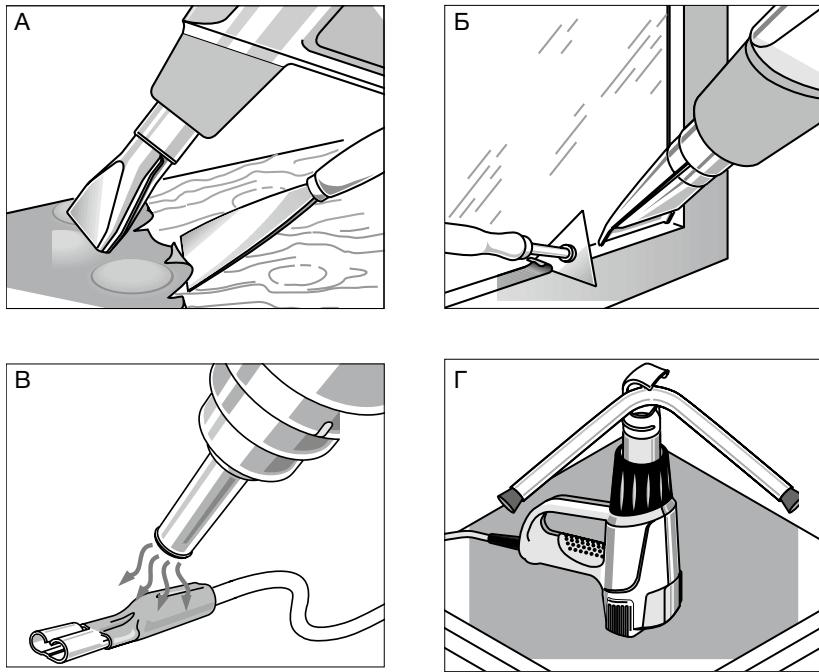

Рисунок 2 - Установка насадки на строительные фены серии АНГ
6.3 Установка насадки (см. Рисунок 2):